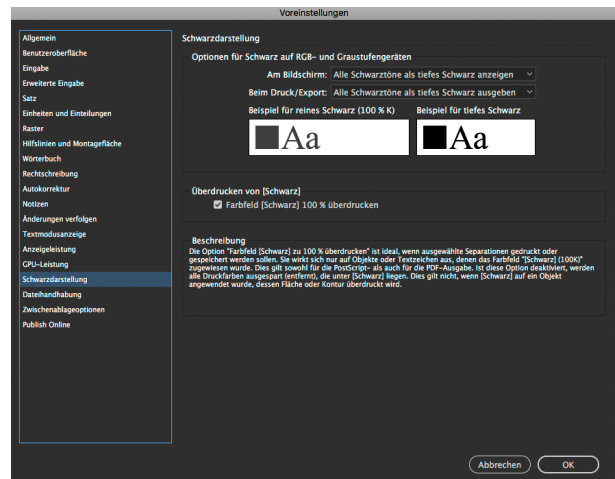

Abbildung 1
- schwarze Farbe auf farbigen Flächen auf Überdrucken stellen (im InDesign) das Farbfeld "schwarz" verwenden, in den Voreinstellungen ist das in den meisten Fällen schon richtig definiert (Abbildung 1)